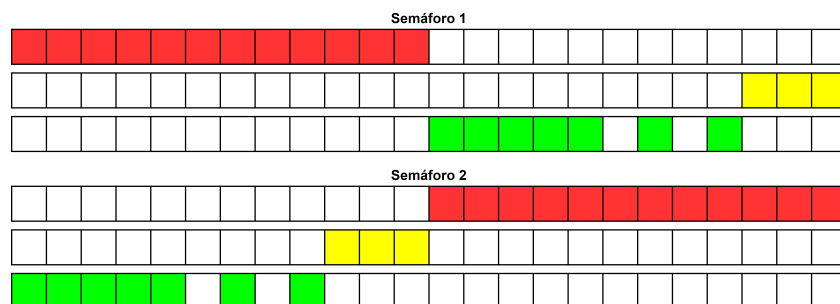

Figura 1: Secuencia de programación de los semáforos
3. Suponga que se cuenta con un cruce de dos vías perpendiculares, el cual dispone de dos semáforos sincronizados. Dichos semáforos deben seguir la secuencia de programación mostrada en la figura 1.